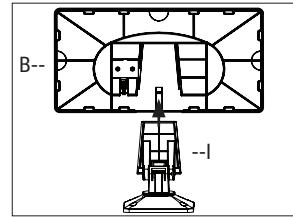

Fig. 6
1. Antes de la instalación, compruebe que el cable de extensión del panel solar incluido (M) alcance la entrada del panel solar en la tapa de extremo (Fig. 6).